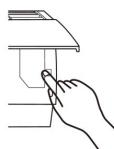

Рис.5
- **Кнопка аварийного управления (рис.5)**